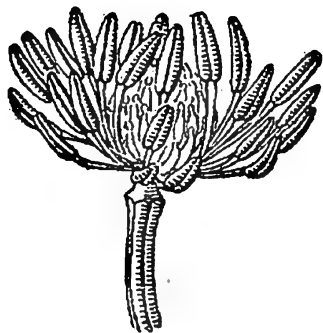

Fig. 4. — Fleur de bouton-d'or, montrant les étamines, après qu'on a enlevé le calice et la corolle
**4. Les étamines.** — Arrachons tous les pétales d'un bouton-d'or ou d'une égilantine. Nous voyons alors de nombreux petits filets terminés chacun par une sorte de bouton jaune ou noir : ce sont les *étamines* (*fig. 4*).